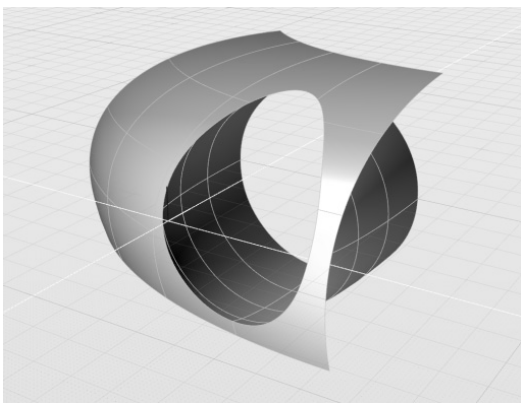

图 4-137 重新选择或取消选择交切面
4) 如果出现误选或者需要调整，可随时选中交切对象，并切换至“编辑参数”模式，再次选择或取消选择某一曲面即可，如图 4-137 所示。